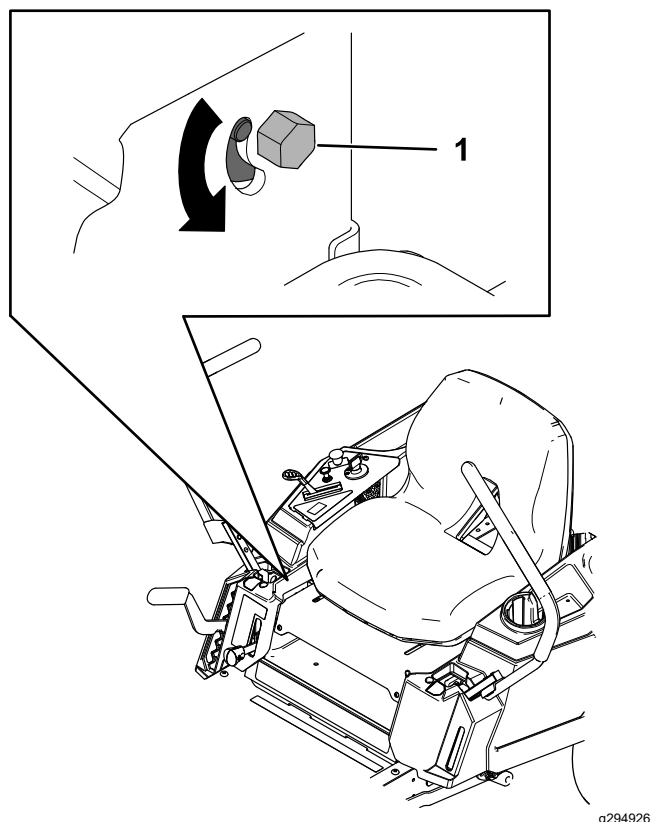

Figura 54
3. Individuate il bullone di regolazione dell'allineamento vicino alla leva di comando del movimento sul lato specifico che richiede la regolazione (Figura 54).